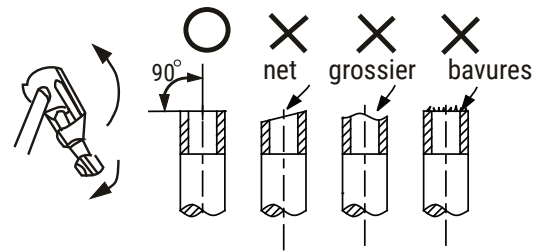

Fig. 8.1
- Coupez le tuyau avec un coupe-tube. (Voir Fig.8-1)